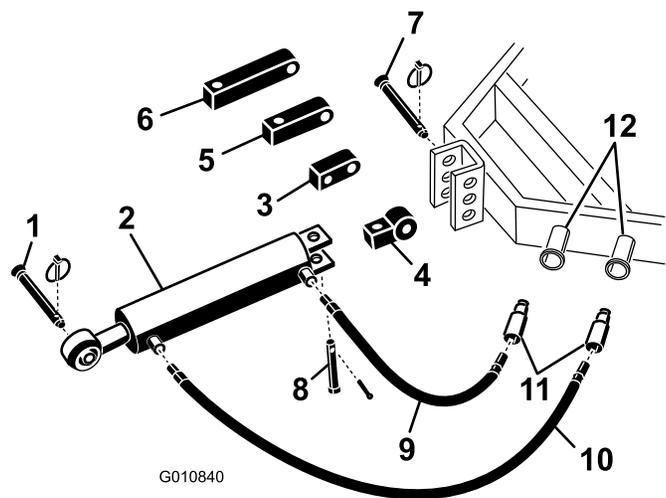

Рисунок 5
1. Прикрепите конец соединительного звена гидравлической верхней тяги к тяговому блоку с помощью пальцев, поставляемых с тяговым блоком (Рисунок 5).
**Примечание:** Если вам необходимо расположить гидроцилиндр так, чтобы штуцеры были направлены вверх, для изменения положения гидроцилиндра используйте поворотный блок вместо стандартного монтажного блока (Рисунок 5). Вместо поворотного блока можно использовать прямоугольный гидравлический штуцер (прямоугольные штуцеры не входят в комплект).
- А. Снимите шплинт и штифт, которые крепят стандартное соединительное звено к гидроцилиндру (Рисунок 5). Снимите с гидроцилиндра соединительное звено.
- В. Установите на гидроцилиндр поворотный блок с помощью ранее снятых штифтов (Рисунок 5).
2. Подсоедините длинный гидравлический шланг (106 см) к штуцеру гидравлической верхней тяги, расположенному ближе к аэратору (Рисунок 5). Для предотвращения утечек наложите на резьбу шланга уплотнительную ленту или герметик для трубной резьбы.
3. Подсоедините короткий гидравлический шланг (76 см) к штуцеру гидравлической верхней тяги, расположенному ближе к тяговому блоку (Рисунок 5). Для предотвращения утечек наложите на резьбу шланга уплотнительную ленту или герметик для трубной резьбы.
Если гидроцилиндр не доходит до монтажного кронштейна аэратора, используйте для подсоединения гидроцилиндра к тяговому блоку удлинительный блок вместо стандартного монтажного блока (Рисунок 5).
- A. Снимите шплинт и штифт, которые крепят стандартное соединительное звено к гидроцилиндру (Рисунок 5). Снимите с гидроцилиндра соединительное звено.
- B. Установите на гидроцилиндр удлинительный блок с помощью ранее снятых штифтов (Рисунок 5).